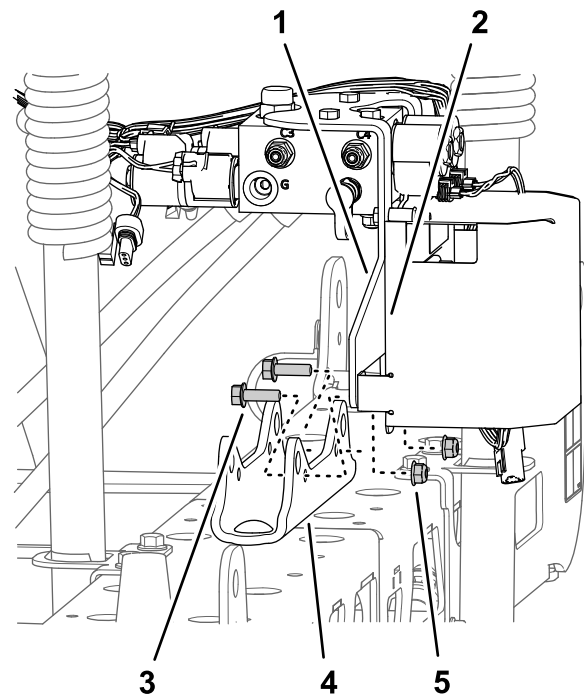

Bild 42
- **Maschinen mit der optionalen Nivellierung für den Ultra Sonic Boom:** Entfernen Sie die zwei Sicherungsbundmuttern (5/16") und die zwei Bundkopfschrauben (5/16" x 1"), mit denen die Stützhalterung für den Abschnitthubverteiler und die TEC-Steuergeräthalterung an der Zylinderbefestigung befestigt ist, und nehmen Sie den Verteiler und die Halterung von der Zylinderbefestigung ab (**Bild 42**).